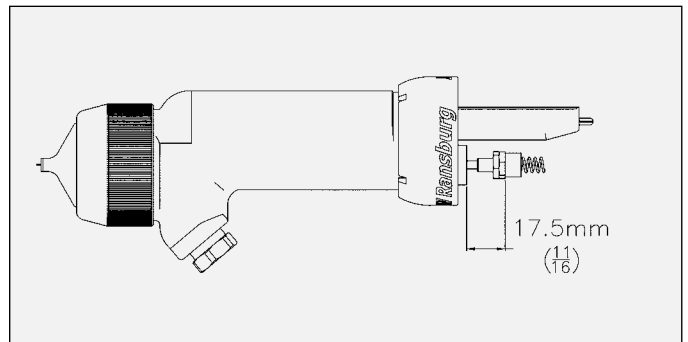

Figura 29: Dimensiones de tuerca de ajuste del gatillo
21. Ajuste el retén de muelle del vástago de la aguja hasta que la parte trasera del hexágono esté a 11/16 pulg. de la superficie trasera de la cámara de la empaquetadura del cuerpo (consulte la Figura 29).